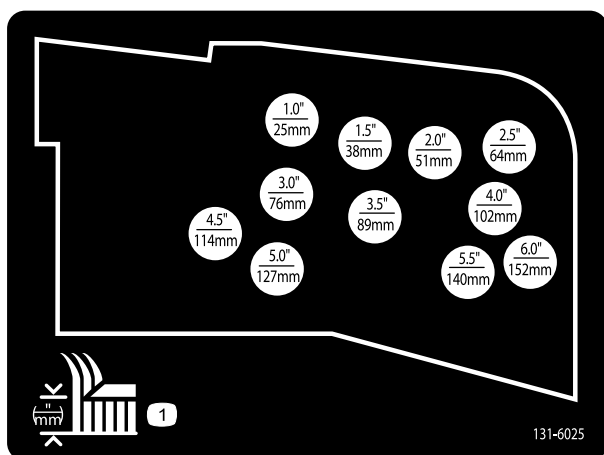

Figura 19
10. Montate le catene dell'altezza di taglio nel foro dell'altezza di taglio desiderata usando il perno con testa e la coppiglia (Figura 19).